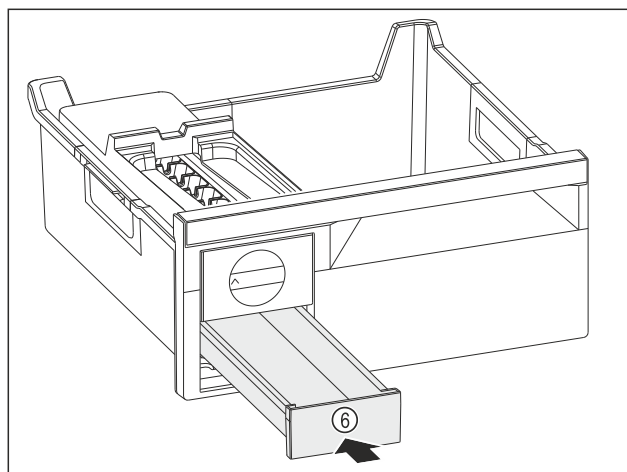

Fig. 117
- Zasuňte zásuvku na kocky ľadu Fig. 117 (6).